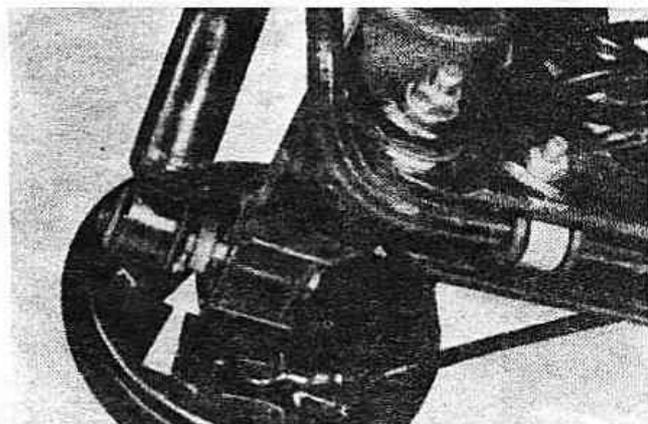

Рис. 11.17. Установка шайбы на нижний болт крепления заднего амортизатора (Разд. 19)
8. Болты верхнего рычага следует вставлять снаружи, болты стабилизатора — изнутри, а болт крепления амортизатора — спереди, причем шайба должна устанавливаться, как показано на Рис. 11.17. Не затягивайте гаек, пока автомобиль не установлен на колеса.
8. Установка нижнего рычага производится в последовательности, обратной снятию. Верхняя резиновая втулка пружины подвески должна быть правильно установлена. Болты нижнего рычага следует вставлять снаружи, болты стабилизатора — изнутри, а болт крепления амортизатора — спереди, причем шайба должна быть расположена так, как показано на Рис. 11.17. Не затягивайте гаек, пока автомобиль не будет установлен на колеса.
6. Установка амортизатора производится в последовательности, обратной снятию (Рис. 11.17).